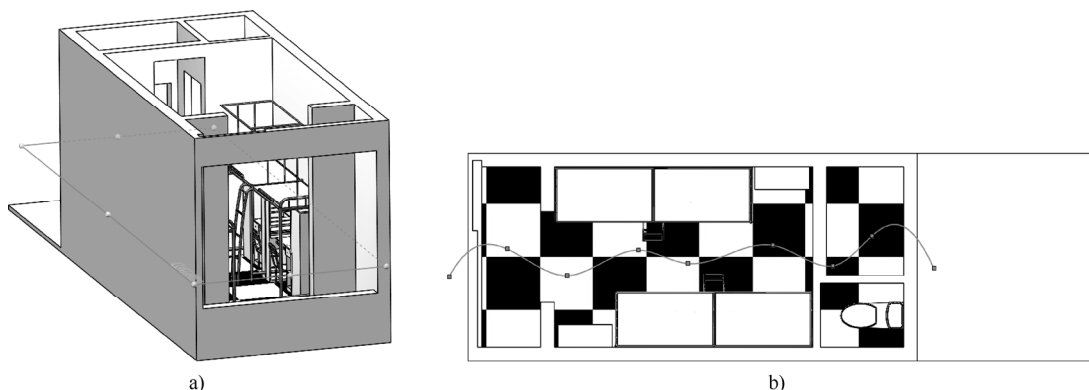

图 11-18 创建基准面并绘制样条曲线
STEP 1 打开本书提供的素材文件“宿舍装配.SLDASM”，创建一个距离底部窗框 60mm 的基准面，在基准面中绘制一条样条曲线，如图 11-18 所示。